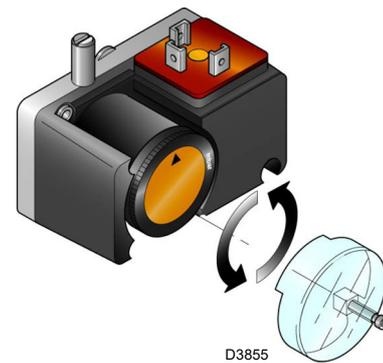

Abb. 33
- Den Mindest-Gasdruckwächter (Abb. 33 auf Seite 33) auf den Skalenanfangswert stellen.
Effectuer le réglage du pressostat gaz seuil minimum (Abb. 33) après avoir réglé le brûleur, les vannes de gaz et le stabilisateur de rampe.